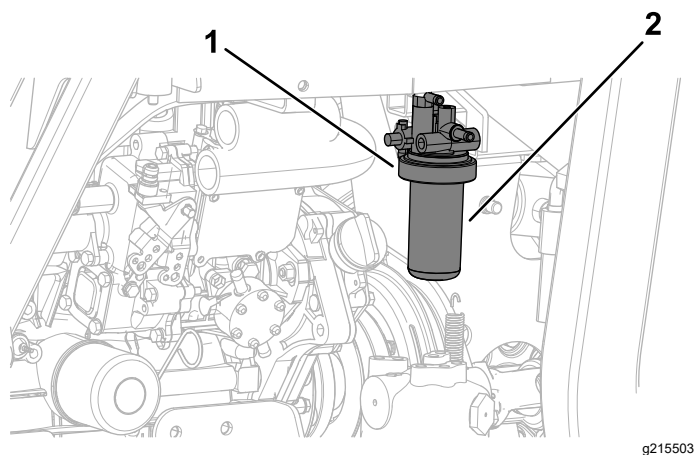

図 72
1. 燃料フィルタのヘッドの周囲をきれいに拭く 図 72。
2. フィルタを外してフィルタヘッドの取り付け部をきれいに拭く 図 72。